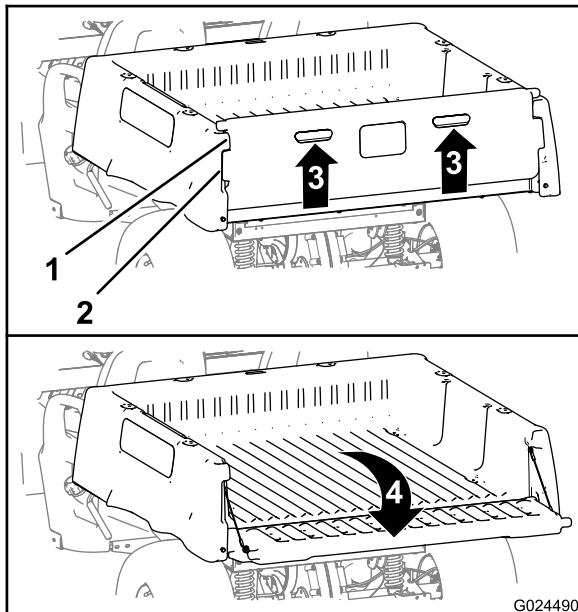

Figura 15
2. Tire hacia arriba del portón usando los tiradores del panel trasero (**Figura 15**).
3. Alinee las pestañas de bloqueo del portón trasero con los huecos situados entre las pestañas de la plataforma de carga (**Figura 15**).
4. Gire el portón trasero hacia atrás y hacia abajo (**Figura 15**).
6. Gire el portón hacia arriba y hacia adelante hasta que las pestañas de bloqueo del portón trasero estén enrasadas con el hueco de la plataforma de carga (**Figura 15**).
7. Baje el portón hasta que quede asentado en la parte trasera de la plataforma de carga (**Figura 15**).